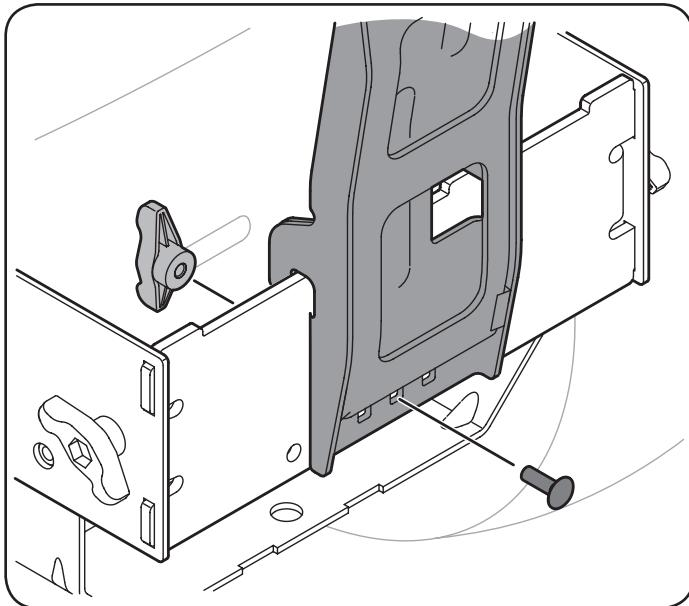

Figura 11
3. Fije el conjunto de soporte de bolsas al conjunto de montaje con un perno de carro (710-0276) y una perilla de aleta (720-04122) del paquete de herrajes 689-00312. Consulte la Figura 11.